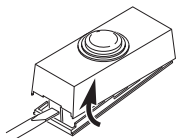
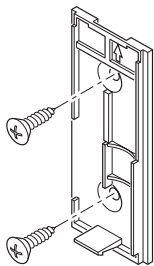

Figure 1
Figure 4
1. **Installation de la pile alcaline 12V de type A23 pour bouton-poussoir (Compris).** Ôtez la partie arrière du boîtier en enfonçant la patte du bas au moyen d'un petit tournevis (voir la Figure 1). Voir la bonne orientation de la pile sur le schéma à l'intérieur de l'unité de bouton-poussoir. *Note* : Si les piles sont déjà en place, retirez la languette orange.
- **Au moyen de vis :** Pour faire l'installation avec les vis, enlevez le dos du boîtier en poussant sur les agrafes de la base avec un tournevis (voir la Figure 1). Fixez le dos du boîtier au chambranle ou au mur (voir la Figure 4). *Note :* Enlevez les débris des trous de vis (au besoin) avant d'installer les vis. Enclenchez la partie avant de l'unité de bouton-poussoir en place.